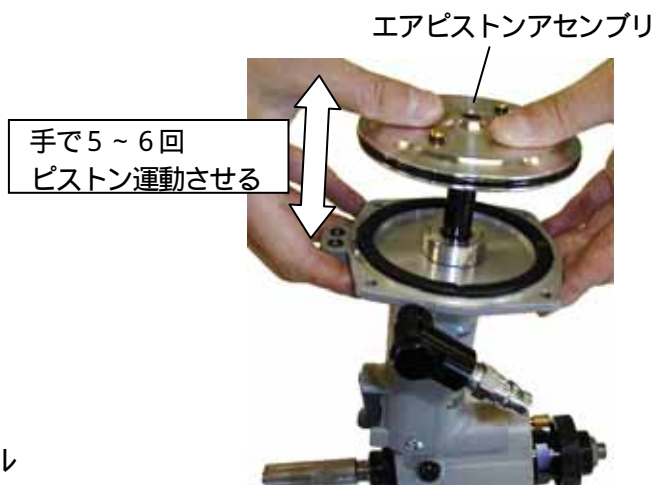

図7-8
- (6) エアピストンアッセンブリを引き抜き、再度油圧オイルを(4)の要領で注入し、フィルスクリュを仮締めして下さい。
- (7) エアピストンアッセンブリを押し込み、手で5~6回ピストン運動させた後、再度エアピストンアッセンブリを引き抜き、油面を確認してください。(図7-8)